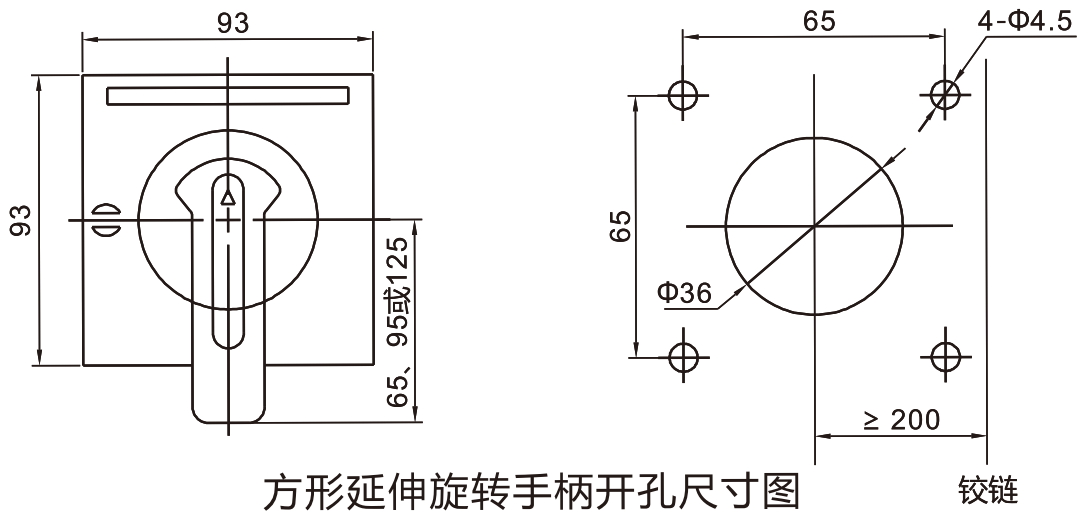

图13 手动操作机构尺寸及开孔尺寸图
15.2.1 手操机构安装时先按图示尺寸开孔，在开关柜门板上当转动手柄“OFF”指示在水平位置时固定好手柄。然后试着操作手柄，转动应灵活自如，并且手柄在水平位置时断路器应分闸，手柄在垂直位置时断路器应合闸，产品出厂默认为圆形手柄(A型)，如需要方形手柄(F型)，需注明。具体见图13和表17。